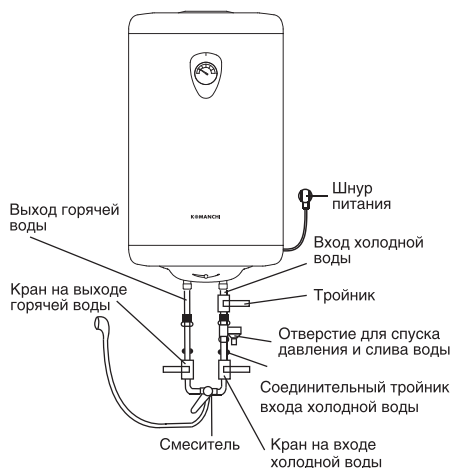

Рис. 6
5. Если необходимо реализовать многоконтурную систему водоснабжения, используйте способ соединения (см. рис. 6 и 7).